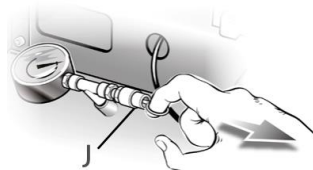

fig. 1
2. Tirez sur l'anneau de la soupape de sécurité (J) pour réduire la pression d'air dans le réservoir à 30 lb/po carré (fig. 1).